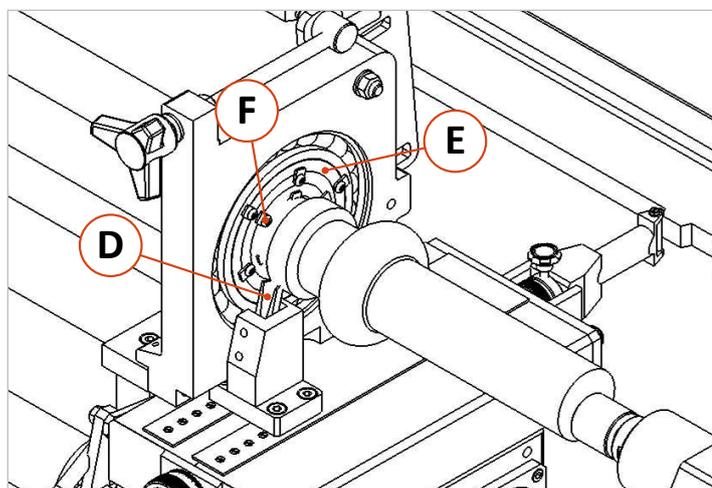

Abbildung 21: Mitlauf-Lünette „Bearbeitung“
Bearbeitung (⇒ Abbildung 21): Die eigentliche Bearbeitung erfolgt mit dem Kopiermesser (D), welches auf anderen Seite der Lünette auf dem Quersupport befestigt ist. Die Ringe (C) werden mit Hilfe der kleinen Plättchen (E) und Schrauben (F) in der Lünette befestigt. Die Form für das Werkstück wird vom Fühler der Kopiereinrichtung anhand einer Schablone oder eines Musterstücks übertragen.